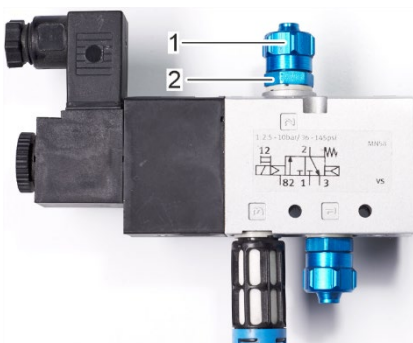

Abbildung 63: Überwurfmutter am Anschluss 2 lockern
- Lösen Sie die Überwurfmutter (Abbildung 63/1) von der Einschraubschraube (Abbildung 63/2) am Anschluss 2 des 3/2-Wege-Magnetventils.